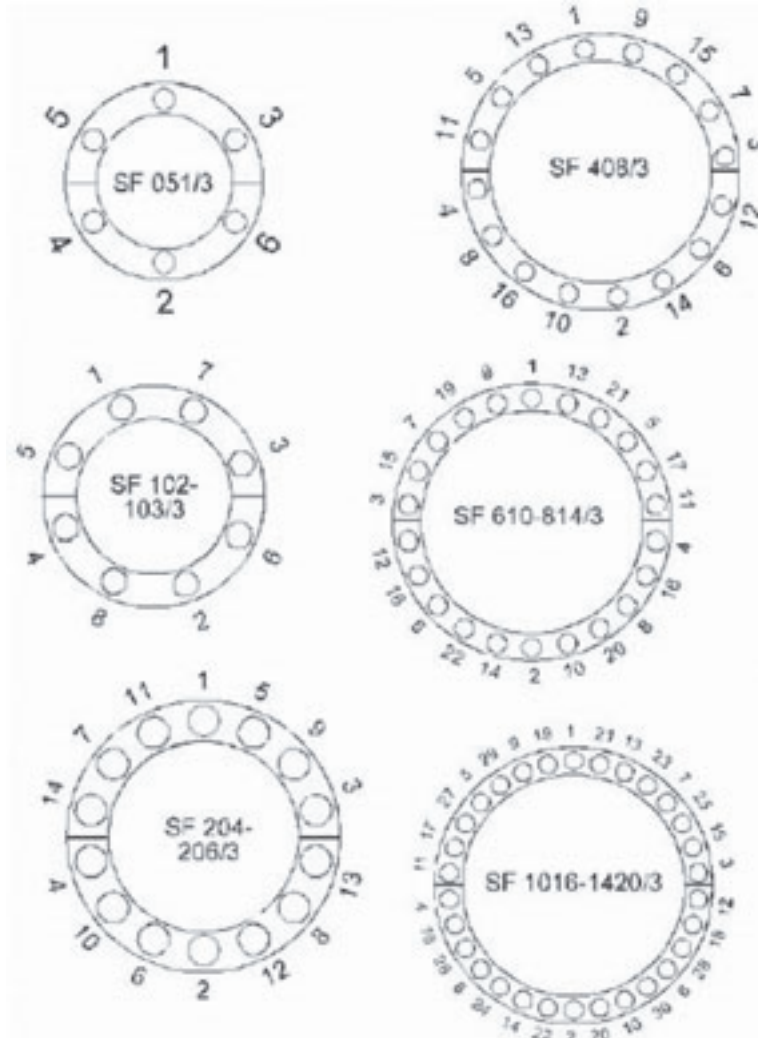

Figura 7-9. Diagrama de secuencia de ajuste de rodamientos
- 13.** Consulte el Figura 7-9 de su modelo de LCSF, y localice el eje excéntrico de la posición #1.